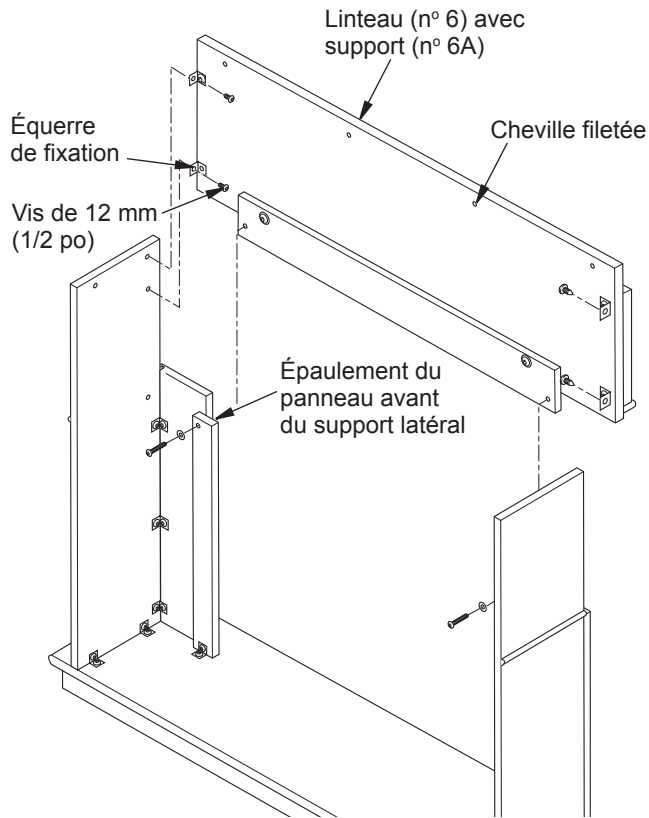

Figure 4 - Installation de l'assemblage du linteau
- Placez l'assemblage du linteau au-dessus des assemblages des supports latéraux avec les flèches pointant vers le haut. La base du linteau va se glisser dans la portion supérieure arrière des panneaux avant des supports latéraux et se positionner sur les épaulements (voir figure 4). Alignez les trous des équerres de fixation sur les chevilles filetées des assemblages des supports latéraux. En faisant passer quatre vis de 12 mm (1/2 po) par les équerres, fixez le linteau aux assemblages des supports latéraux. Laissez les vis un peu desserrées.